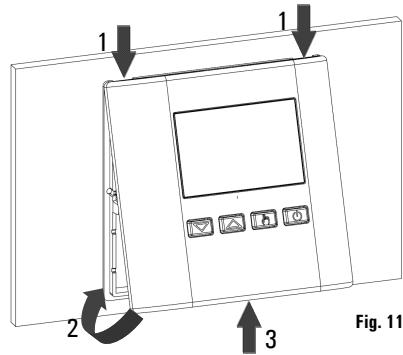

Fig. 11
- Girar la tapa y empujar hacia el interno, con el dedo, la lengüeta plástica ubicada en la parte izquierda de la base (indicada por la flecha en Fig. 11) y ejercitarse una presión que haga encajar la lengüeta plástica de fijación en el interno del foro pertinente.